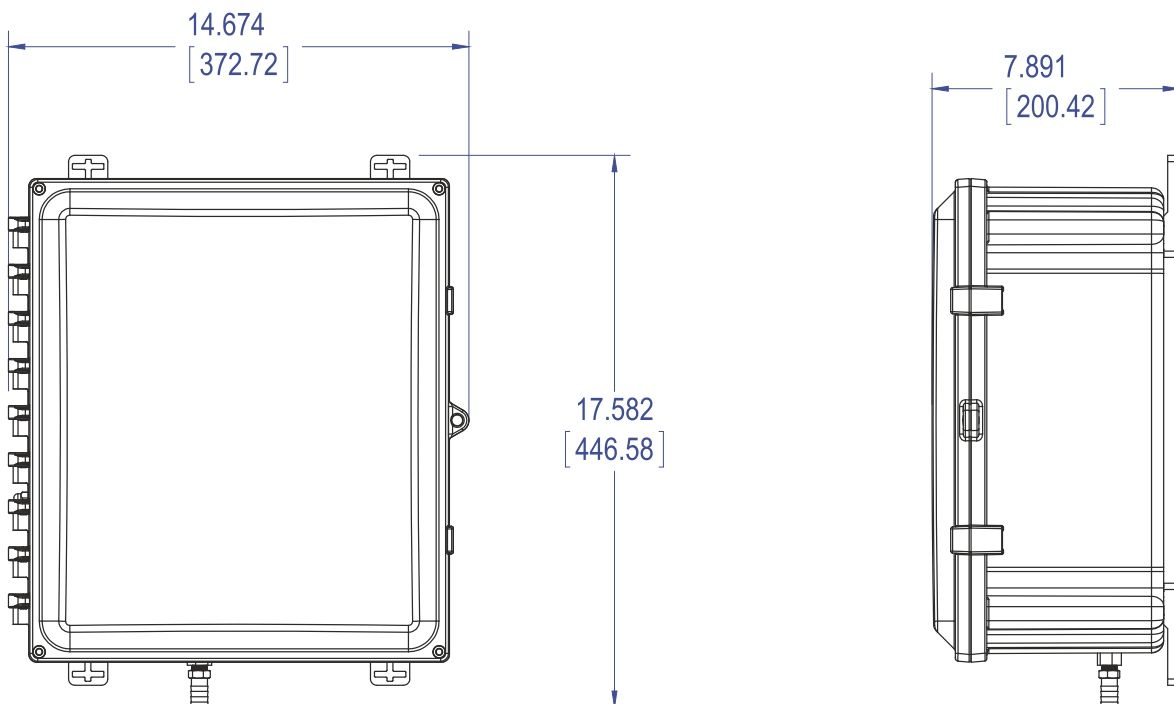
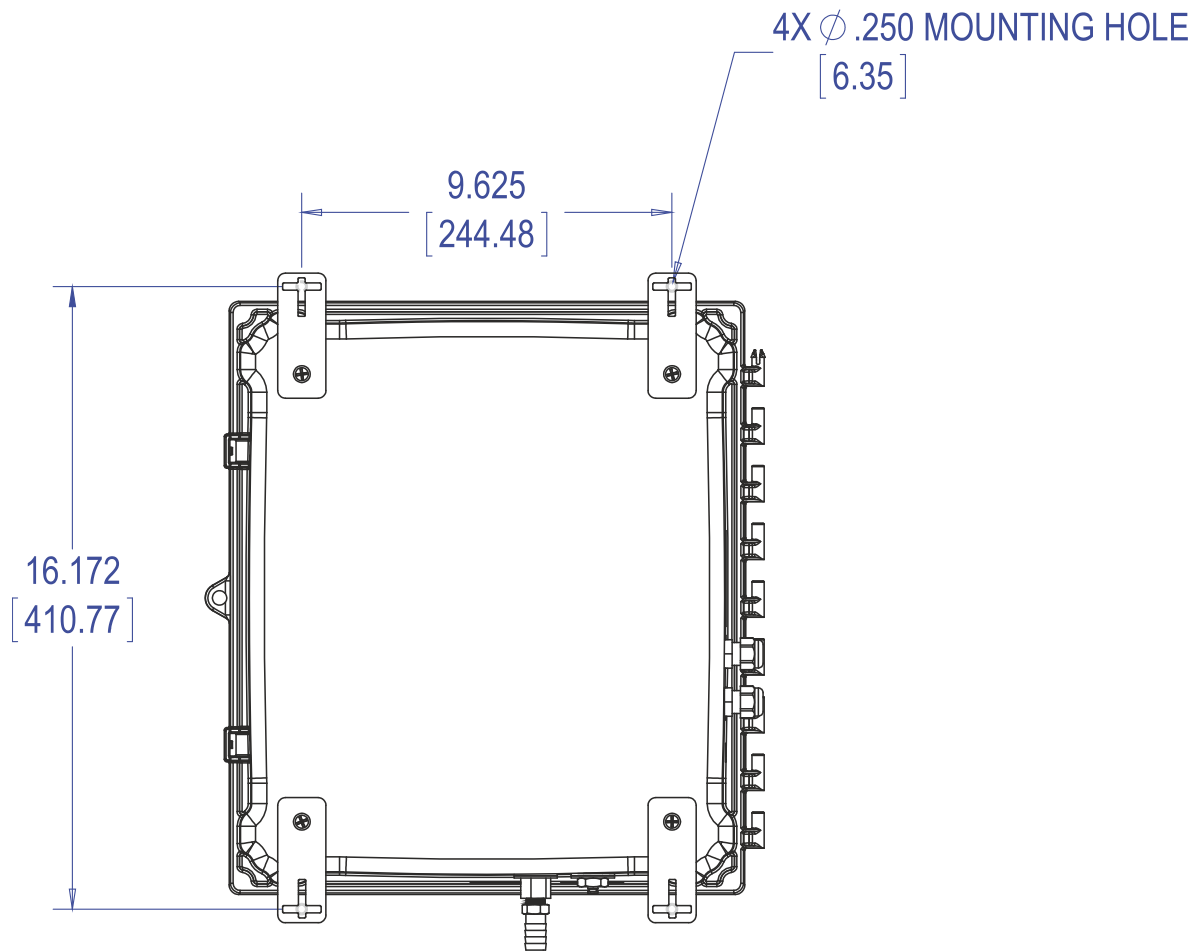
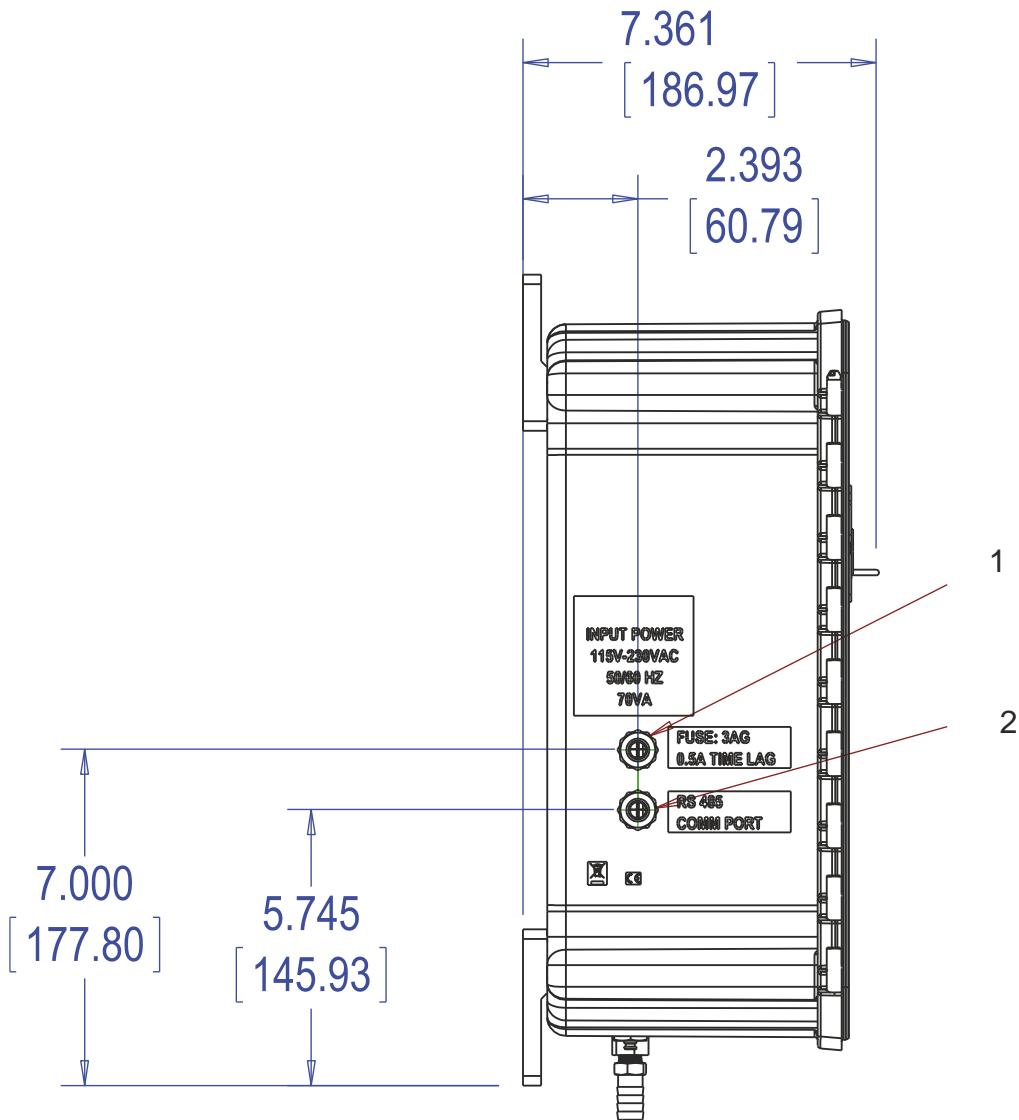
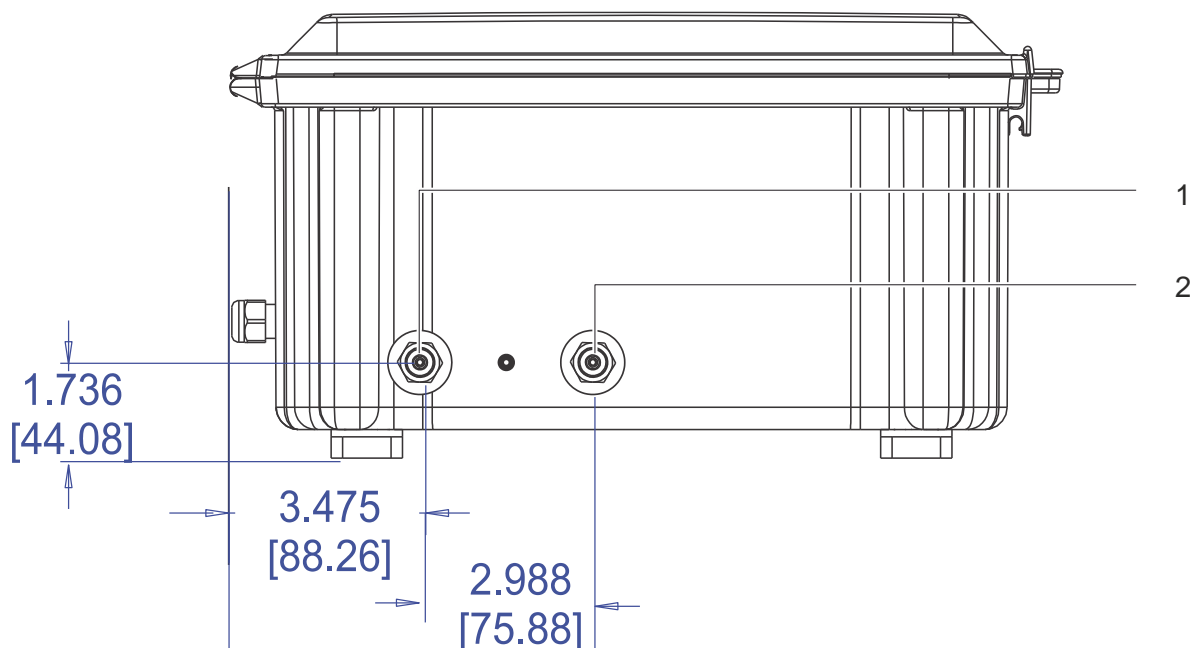

Bild 4.2 Gesamtmaße Modell 3017M in Zoll (obere Zahl) und Millimeter
Bild 4.3
Bild 4.4 Elektrischer Anschluss des Modells 3017M. Abmessungen in Zoll (obere Zahl) und Millimeter
Bild 4.5 Verschlauchungsanschlüsse des Modells 3017M
Das Gehäuse ist für die Wandmontage vorgesehen. Siehe Abschnitte Bild 4.2, Bild 4.3, Bild 4.4 und Bild 4.5 für die wichtigsten Abmessungen und andere Installationshinweise.
Das 3017M verfügt über vier Befestigungsflansche, die am Gehäuse installiert werden müssen, siehe hierzu Bild 4.3. Diese Befestigungsflansche befinden sich in einer Verpackung mit Montagematerial, die dem Gehäuse beiliegt. Verbinden Sie die Befestigungsflansche mit den vier (4) #10-32 x 3/8-Zoll Flachkopf-Kreuzschlitzschrauben, die dem Montagesatz des Gehäuses beiliegen.
Probenzulauf und Abwasseranschluss befinden sich am Boden des Analyzers. Der Probenzulauf verfügt über eine Schnellverschlusskupplung für Schläuche mit 3,175 mm (1/8 Zoll) Außendurchmesser. Der Abwasseranschluss verfügt über eine Verschraubung für flexible Schläuche mit einem Innendurchmesser von 12,7 mm (1/2-Zoll). Siehe Bild 4.5. Schließen Sie den Teflon®-Schlauch mit einem Außendurchmesser von 3,175 mm (1/8 Zoll) an, indem Sie ihn in die Kupplung schieben. Wenn Sie den Schlauch bis zum Anschlag einführen, sitzt er korrekt. Schließen Sie die Abwasserleitung an, indem Sie den Schlauch über die Rändelung am Anschlussstück schieben und leicht drehen. Stellen Sie sicher, dass der Schlauch die Rändelung vollständig umfasst.
Die Anschlüsse für Stromversorgung und RS 485/4-20 mA erfolgen über die Kabelbuchsen, die im Lieferumfang des Analyzers enthalten sind. Die Kabelbuchsen für Stromversorgung und RS 48/4-20 mA befinden sich auf der linken Seite des Analyzers. Siehe Bild 4.4.
Strom-, Signal-, Relais- und Alarmanschlüsse werden am Klemmenblock im Inneren des Gehäuses auf der linken Seite des Analyzers vorgenommen. Für industrielle Anwendungen können die nationalen Vorschriften der meisten Länder erfordern, dass der Wechselstrombetrieb fest verdrahtet und in stabilen Kanalsystemen geführt werden muss. Der 3017M wurde so konzipiert, dass er diese Anforderung erfüllt. Siehe Bild 4.4.